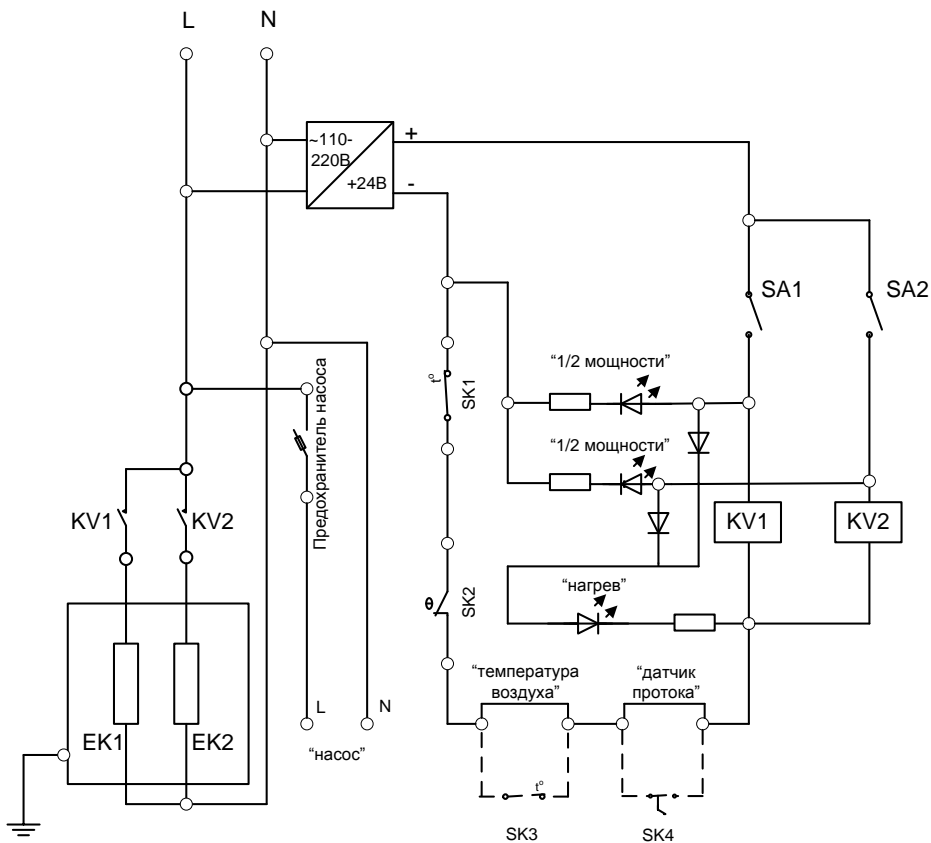

Рис.4 Схема электрическая принципиальная электронагревателя.
5.2. Для электрического подключения водонагревателя необходимо использовать кабель необходимого или большего сечения (см. табл. №2). Подключение производить согласно приведенной схеме подключения (рис.4). Силовые кабели и кабели управления прокладывать отдельно!